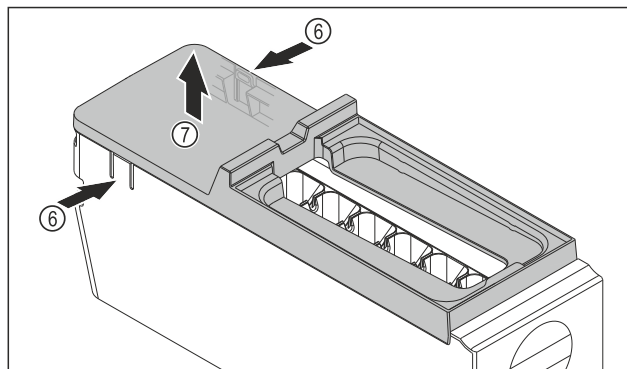

Fig. 107
- Abdeckung des EasyTwist-Ice-Korpus entnehmen: Laschen Fig. 107 (6) an den beiden Seiten des EasyTwist-Ice-Korpus mit einer Hand drücken.
- Abdeckung Fig. 107 (7) mit der anderen Hand nach oben entnehmen.